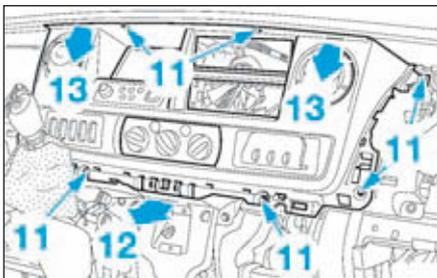

FIG.12
- Déposer les vis de fixation (9) et (10) (Fig.12).